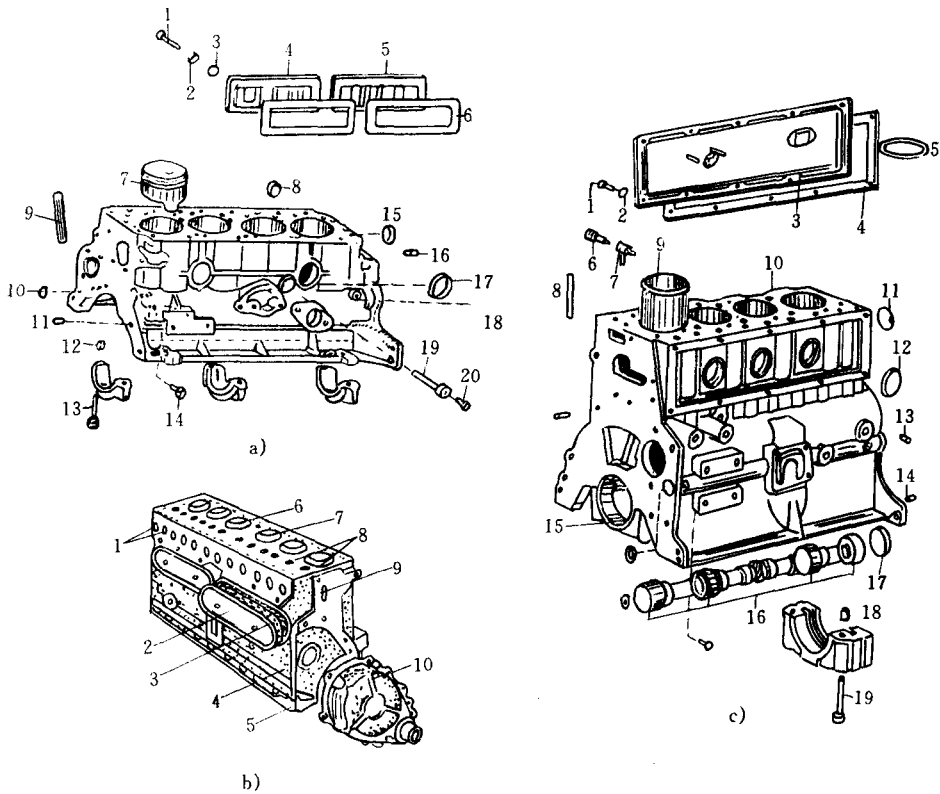

图1·1-5 机体
2. 曲轴、连杆机构(图1·1-7) 曲轴、连杆机构由活塞、活塞环、活塞销、卡簧、连杆总成、曲轴与飞轮等组成。它承受气缸内可燃混合气燃烧后膨胀作功的气体压力, 使活塞的直线往复运动转换为曲轴的旋转运动。是发动机产生动力和传递动力的机构。